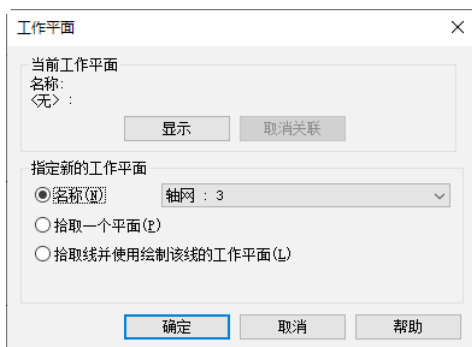

图 13-51 “工作平面”对话框
- (4) 打开“工作平面”对话框，选择轴网 3 作为绘制轮廓线的工作平面，如图 13-51 所示。单